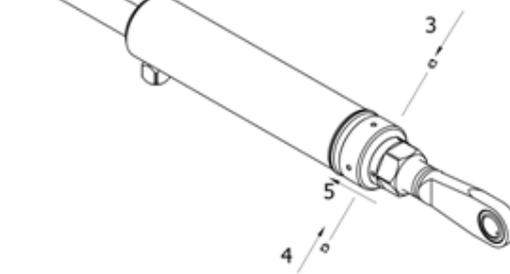

Abbildung 43. Anschlag und Sicherungsschrauben
2. Bordwand nach unten neigen und Winkel messen (Pos. 5, Abbildung 43). Max. 10° einstellen.
5. Sicherungsschrauben am Anschlag festziehen (5). Siehe Abbildung 43.